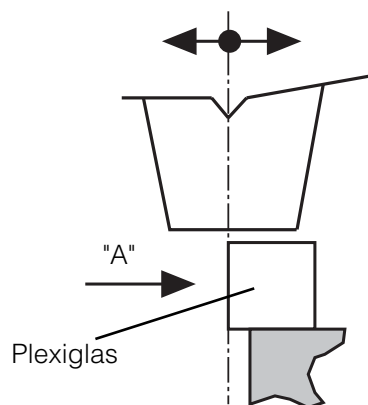

Abb. 14
- 2 - Mit Hilfe des Richtstrahls (roter Strahl), die Düsenachse tangential zum Plexiglasstab ausrichten (Abb.14).